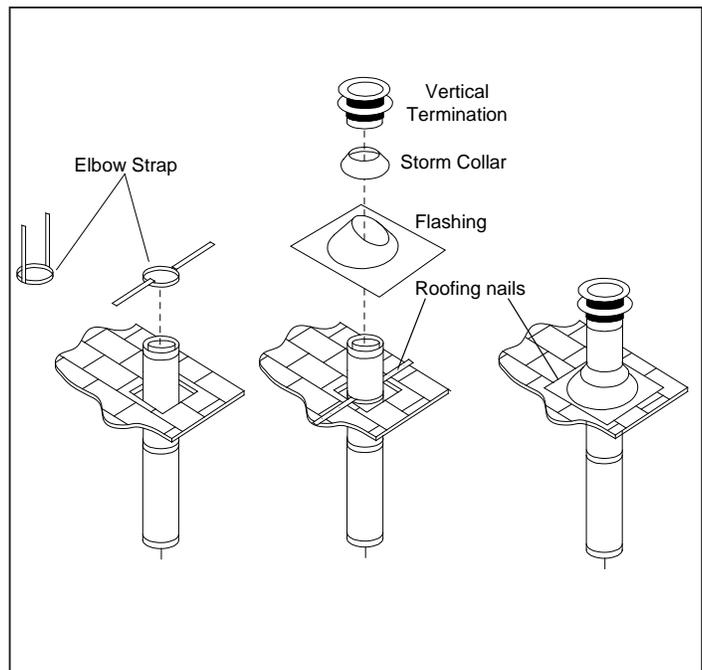

Figure 48. Terminaison de Ventilation Verticale
Étape 4. Mesurez la pente du toit. Sélectionnez le bon solin et le col tempête et déterminez la hauteur au-dessus du toit (voir Figure 48). Un matériau de tuyauterie non corrosif doit être utilisé pour toutes les longueurs de tuyau extérieur. Sceller les têtes de clous avec du silicone.